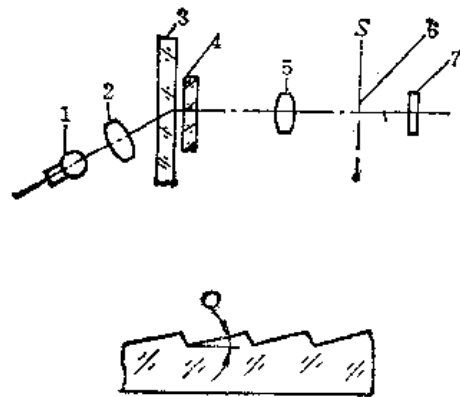
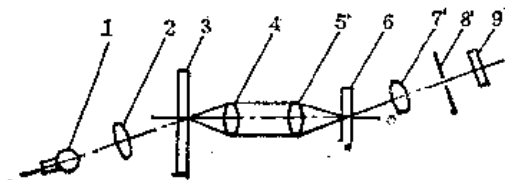

图22-6-2 分光读数头光路
图22-6-3 等倍投影系统光路图
1) 分光读数头 分光读数头光路见图22-6-2、图22-6-3。